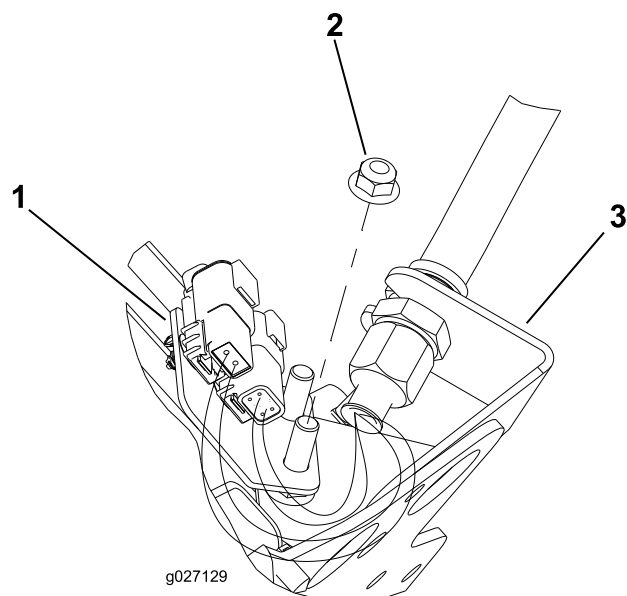
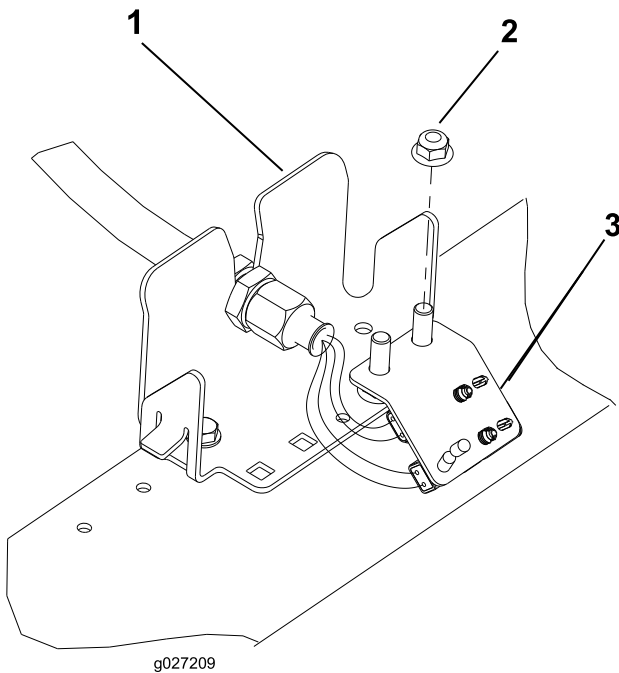

Figure 13
Figure 16
6. Répétez la procédure pour les (4) autres emplacements de cloison, comme montré de la Figure 13 à la Figure 16.